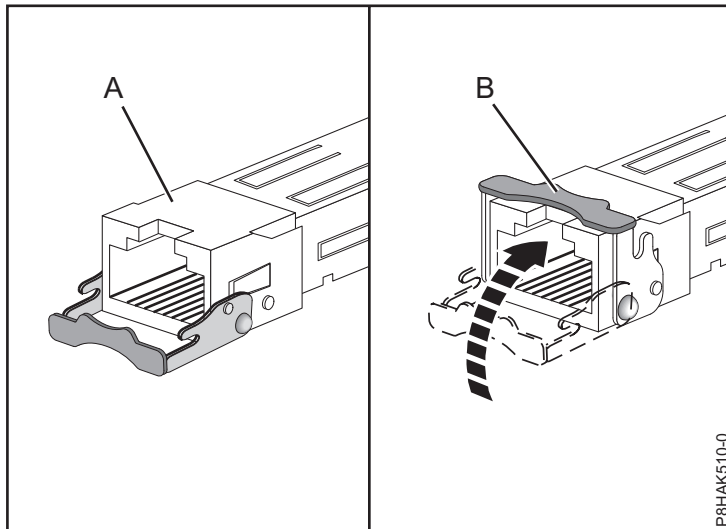

Figure 80. Remplacement d'émetteurs-récepteurs SFP dans la carte
- b. Faites glisser l'émetteur-récepteur (A) dans le matériel de la carte.
- c. Alors que le loquet (B) est en position ouverte, poussez dessus en le faisant pivoter vers le haut et en le rapprochant de la carte, comme illustré dans la figure 80, à la page 89.